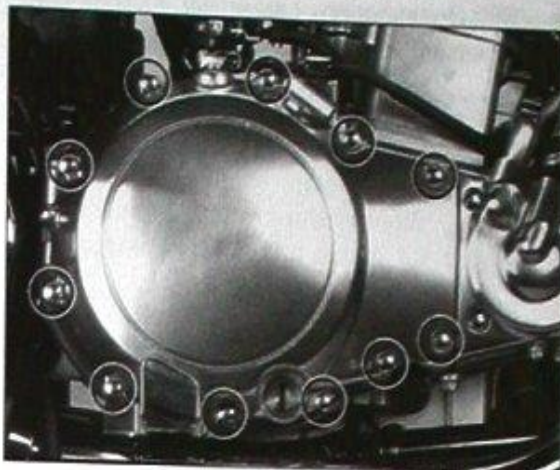

Bild 139
- Gehäusedeckelschrauben schrittweise über Kreuz ausdrehen (Bild 139). Deckel abnehmen.